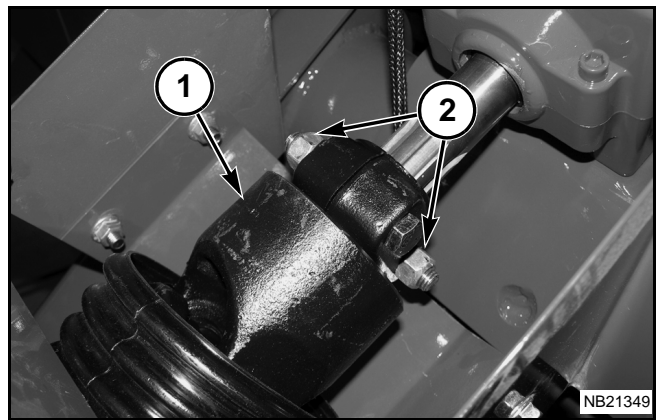

FIG. 86
FIG. 86: Deslice la línea de impulsión del implemento (1) en el eje de entrada de la caja de cambios. Alinee los orificios en la horquilla con la ranura en el eje de entrada. Instale y apriete los tornillos de cabeza (2) a 105 Nm (76 lbf pie).